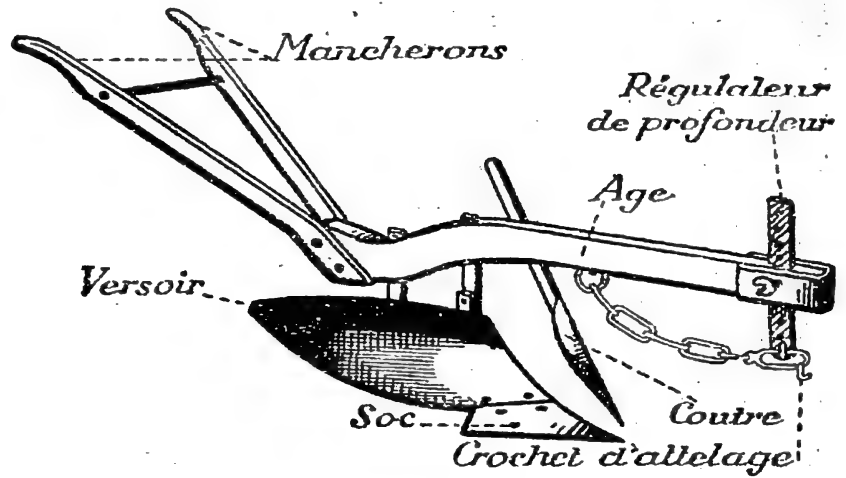

Fig. 2. — Charrue simple ou araire
**2. L'araire.** — Pour le labour, les cultivateurs disposent aujourd'hui de machines perfectionnées; mais pendant fort longtemps, ils se sont servis uniquement de l'araire (fig. 2), que l'on trouve encore dans beaucoup de fermes.